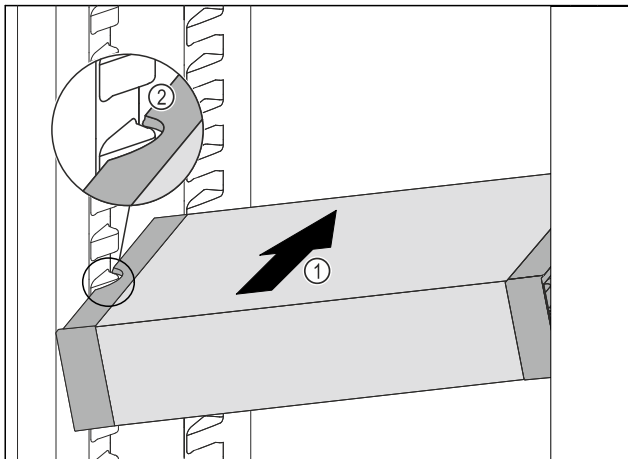

Fig. 175
- ▶ Вставити висувний ящик VarioSafe під кутом в охолоджувальне відділення Fig. 175 (1), доки бокові поглиблення Fig. 175 (2) VarioSafe не будуть розташовуватися на рівні ребра для ємності в охолоджувальному відділенні.